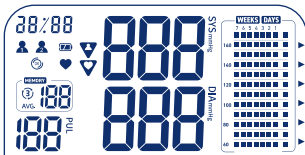

Figura 1
- Accendere il dispositivo premendo il tasto Start/Stop. L'intero display diventa visibile (Figura 1).